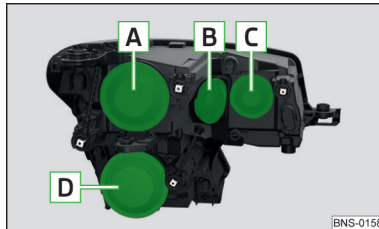

Abb. 375
Glühlampenordnung » Abb. 375
- › Die Schutzkappe **C** » Abb. 375 auf Seite 331 abnehmen.
- › Die Schutzkappe **C** » Abb. 375 auf Seite 331 einsetzen.
- › Die Schutzkappe **B** » Abb. 375 auf Seite 331 abnehmen.
- › Die Schutzkappe **B** » Abb. 375 auf Seite 331 einsetzen.
- › Die Schutzkappe **A** » Abb. 375 auf Seite 331 abnehmen.
- › Die Schutzkappe **A** » Abb. 375 auf Seite 331 einsetzen.
- Die Schutzkappe **D** » Abb. 375 auf Seite 331 abnehmen.
Die Schutzkappe **D** » Abb. 375 auf Seite 331 einsetzen.